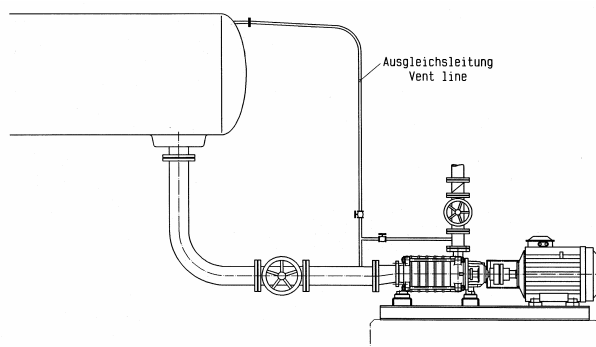

Bild 3
- Eine zusätzliche absperrbare Rohrleitung (Bild 3) - Pumpendruckstutzen-Ausgleichsleitung - erleichtert das Entlüften der Pumpe vor dem Anfahren.